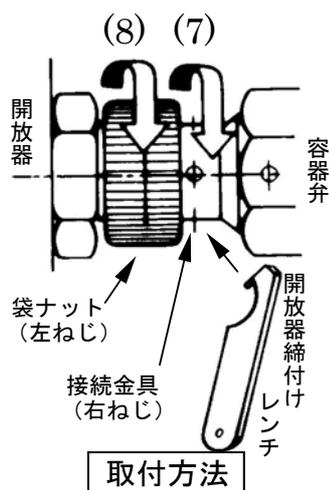

図 24 開放器の取付方法
- (1) 開放器を加圧用ガス容器の容器弁に装着します。
- (2) 接続金具開放器側の袋ナットを少し緩めます。この袋ナットは左ネジになっています。また開放器取付部は二重ネジ構造になっています。
- (3) 袋ナットを緩めると開放器接続金具が自由になるのでこの状態で容器弁に開放器を取付、接続金具を締めます。開放器接続金具の締め付けは「開放器締め付けレンチ」を使用して下さい（図 24-(7)参照）。
- (4) ガス発生器接続金具を開放器に取り付けて下さい。（図 24-(8)参照）。
- (5) ガス発生器を取り付け、制御盤に接続して下さい。